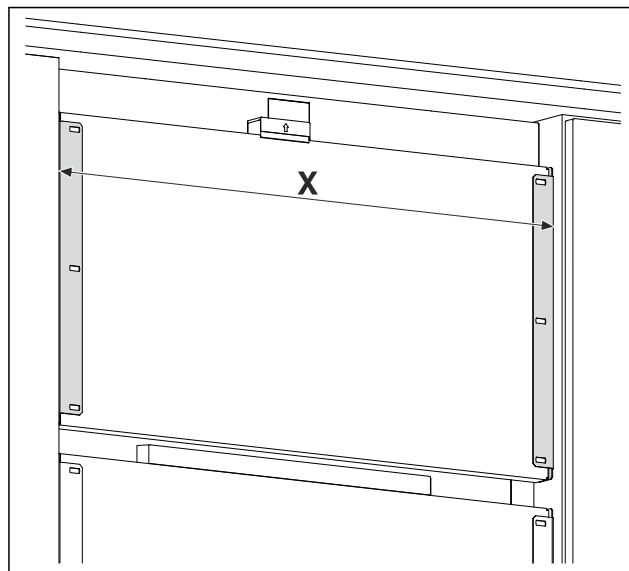

Fig. 36 Ilustrační zobrazení
- Změřte vzdálenost Fig. 36 (X) mezi vnějšími hranami přídržných úhelníků.